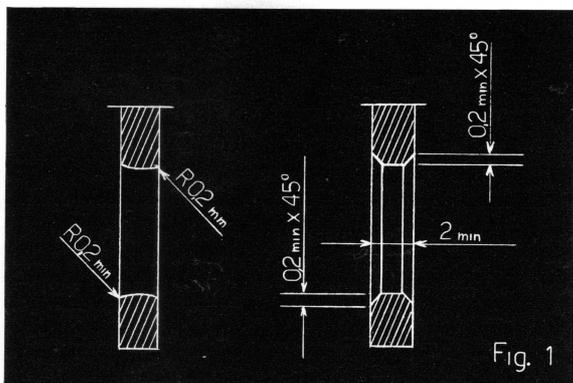

Fig. 1
- tutti gli spigoli con cui si può venire a contatto quando il chiper è in posto devono essere arrotondati (raggio minimo 0,2 mm) o smussati (smusso minimo 0,2 mm x 45°) (Fig. 1)
- tutti gli spigoli che verranno a trovarsi a distanza di più di 12 mm dalla roccia devono essere arrotondati con un raggio di curvatura minimo di 10 mm (Fig. 1)